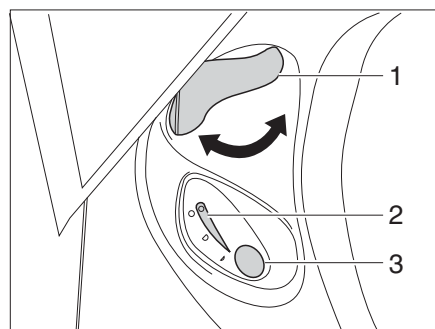

Fig. 152 Centralina di controllo toilette Thetford
- Prima di tirare l'acqua, aprire il cursore della toilette Thetford. A tal fine ruotare la leva del cursore (Fig. 152,1) in senso antiorario.
- Per sciacquare premere il pulsante blu (Fig. 152,3).
- Dopo aver tirato l'acqua chiudere il cursore. Ruotare la leva del cursore (Fig. 152,1) in senso orario.
Quando la cassetta Thetford è piena e deve venire svuotata, la spia di controllo (Fig. 152,2) si accende.
- Ruotare la leva del cursore (Fig. 152,1) in senso orario. Il cursore viene chiuso. Per svuotare il cursore **deve** essere chiuso nella toilette Thetford.